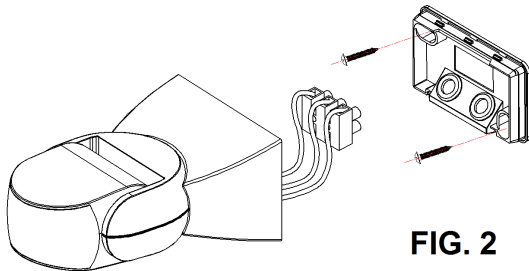

FIG. 2
5. Atornille la base. (fig. 2)